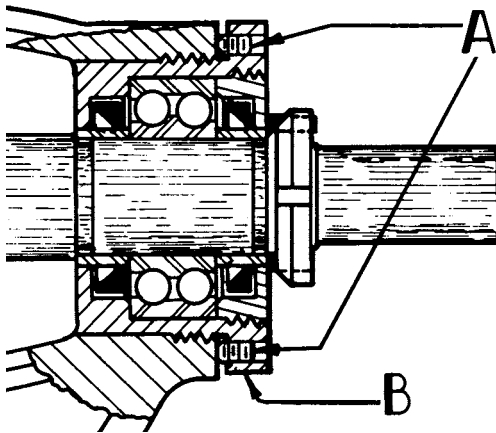

FIGURE 5
8. Dévissez les deux vis d'arrêt axiales sur la bride du boîtier de roulement et sortez le boîtier du support. Examinez les obturateurs dans le chapeau et le boîtier de roulement et si elles sont en mauvais état, remplacez-les, les lèvres dans la position indiquée à la Figure 5.